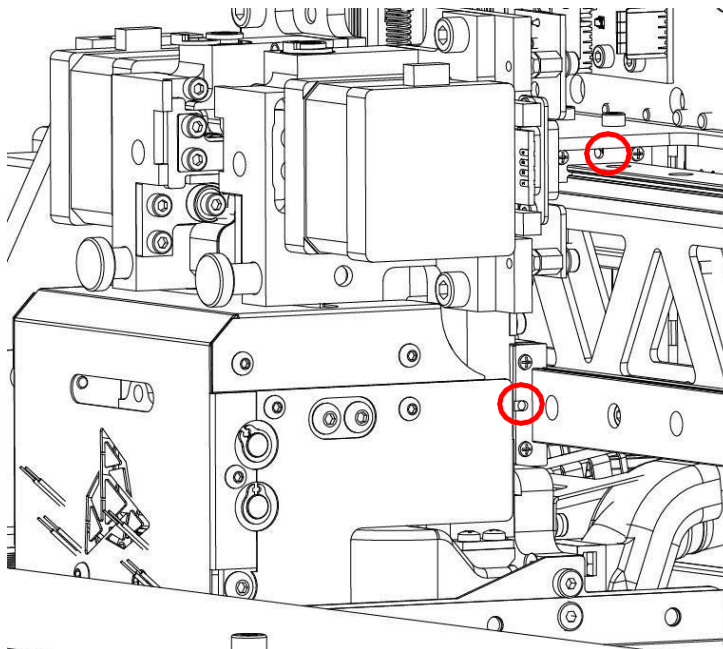

Рис. 70. Месторасположение отверстий для смазки справа
9. Подготовить дозатор с машинным маслом и сжимать бутылку в течение нескольких секунд, чтобы нанести масло в 1 отверстие в передней каретке и 1 отверстие в верхней каретке, как показано на рис. 70.